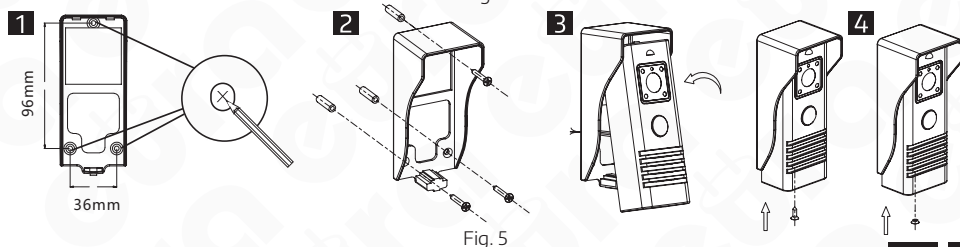

Fig. 5
2. Utilizzando i 3 fori nella parte inferiore del tettuccio, segnare i punti sulla parete per i tasselli di montaggio (Fig. 5, punto 1).
3. Praticare 3 fori di montaggio $\varnothing 5\text{mm}$ nei punti contrassegnati e inserirvi 3 tasselli di montaggio (fig. 5, pos. 2).
4. Con 3 viti di montaggio, fissare il tettuccio di protezione alla parete (fig. 5, pos. 2).
5. Collegare 4 fili del cavo che va allo schermo alla cassetta, posizionare la cassetta nel tettuccio di protezione precedentemente fissata al muro (fig. 5, punto 3).
6. Fissare la vite di fissaggio inferiore (fig. 5, punto 4).